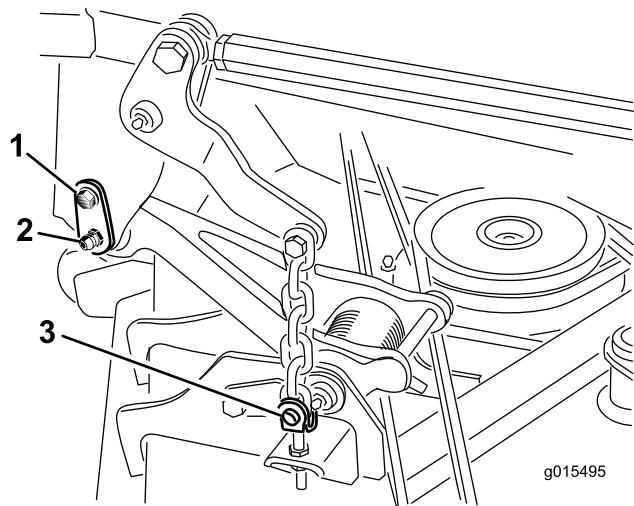

Figura 1
- Retire o parafuso do ombro que prende o pino de retenção à estrutura da carroçaria (Figura 1).
8. Retire os (4) ganchos de anel e pinos de segurança que prendem as correntes de elevação da plataforma aos passadores de ajuste na plataforma de corte (Figura 1).